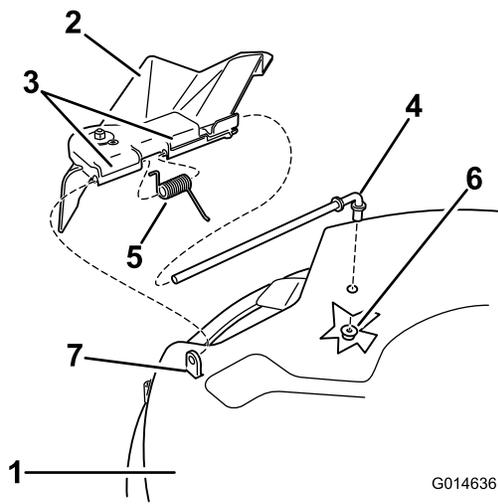

Figura 59
1. Localize os itens apresentados em Figura 59.
2. Remova a porta (3/8 polegadas) da barra debaixo do cortador (Figura 59).
3. Faça deslizar a barra para fora da parte saliente curta, da mola e do deflector de relva (Figura 59). Se o deflector de relva estiver danificado ou gasto, retire-o.
4. Substitua o deflector de relva (Figura 59).
6. Coloque a mola na barra, com a cablagem da extremidade para baixo, e entre os suportes do deflector de relva. Faça a barra deslizar pelo segundo suporte do deflector de relva (Figura 59).
7. Insira a barra na parte da frente do deflector de relva na parte saliente curta na plataforma. Fixe a extremidade traseira da barra ao cortador com uma porca (3/8 polegadas) (Figura 59).